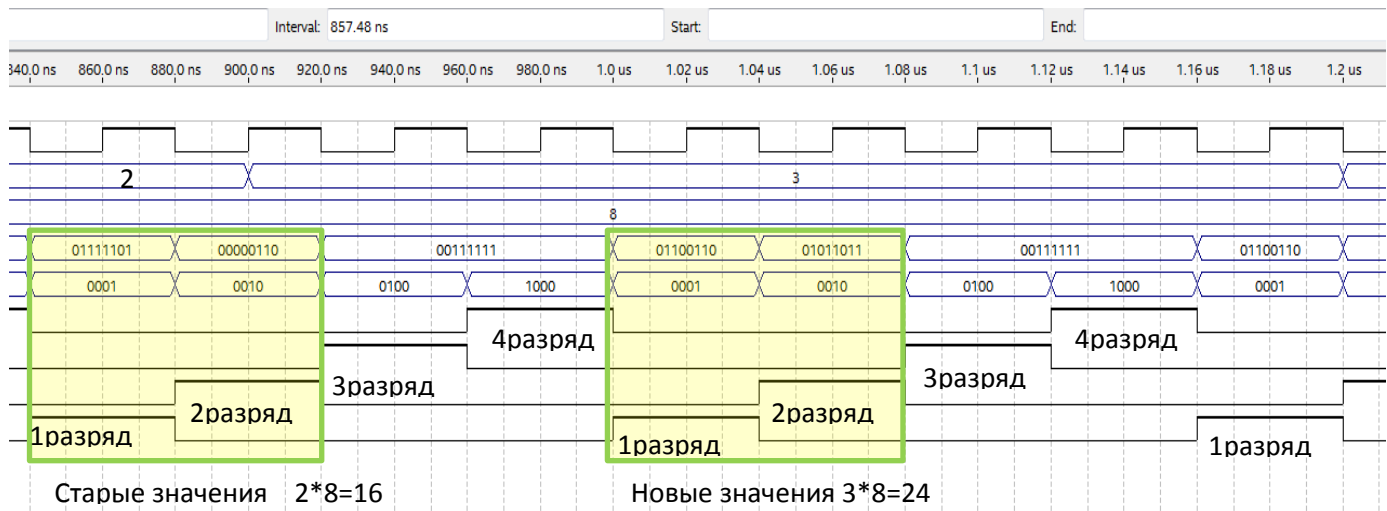

Рис.39 Результат функциональной симуляции схемы проекта (в увеличенном масштабе)
8.13. Раскройте участок эюр, где происходит умножение числа 3 на 8 и оцените по состоянию сигнала D\_SS правильность работы схемы (рис. 39). Оценивайте два младших разряда индикатора (1 и 2, справа налево), так как числа маленькие и поэтому в 2-х старших разрядах индикатора (3 и 4) изменений нет.